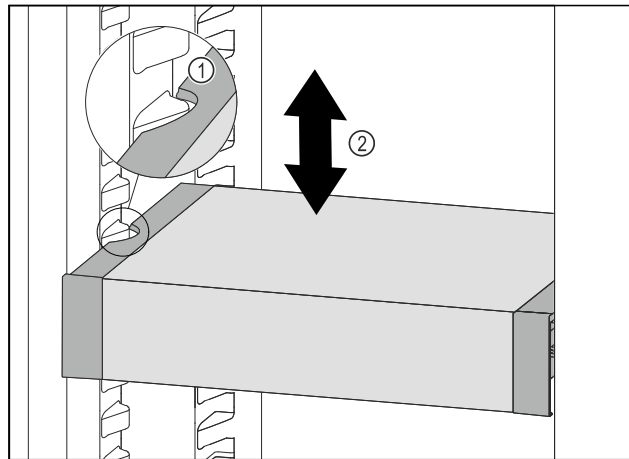

Fig. 177
- Tërhiqni VarioSafe për nga përpara, derisa foletë anësore të VarioSafe të jenë në lartësinë e brinjëve të kutisë në pjesën e ftohjes. Fig. 177 (1)
- Lëvizni VarioSafe për lart ose për poshtë në pjesën e ftohjes, derisa të arrihet lartësia që dëshironi. Fig. 177 (2)